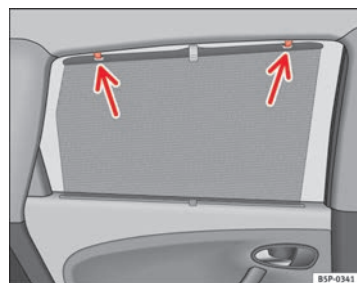

Fig. 84 Store de porte arrière
- Tirez le store et attachez-le aux crochets situés sur la partie supérieure de la porte ⇒ fig. 84.